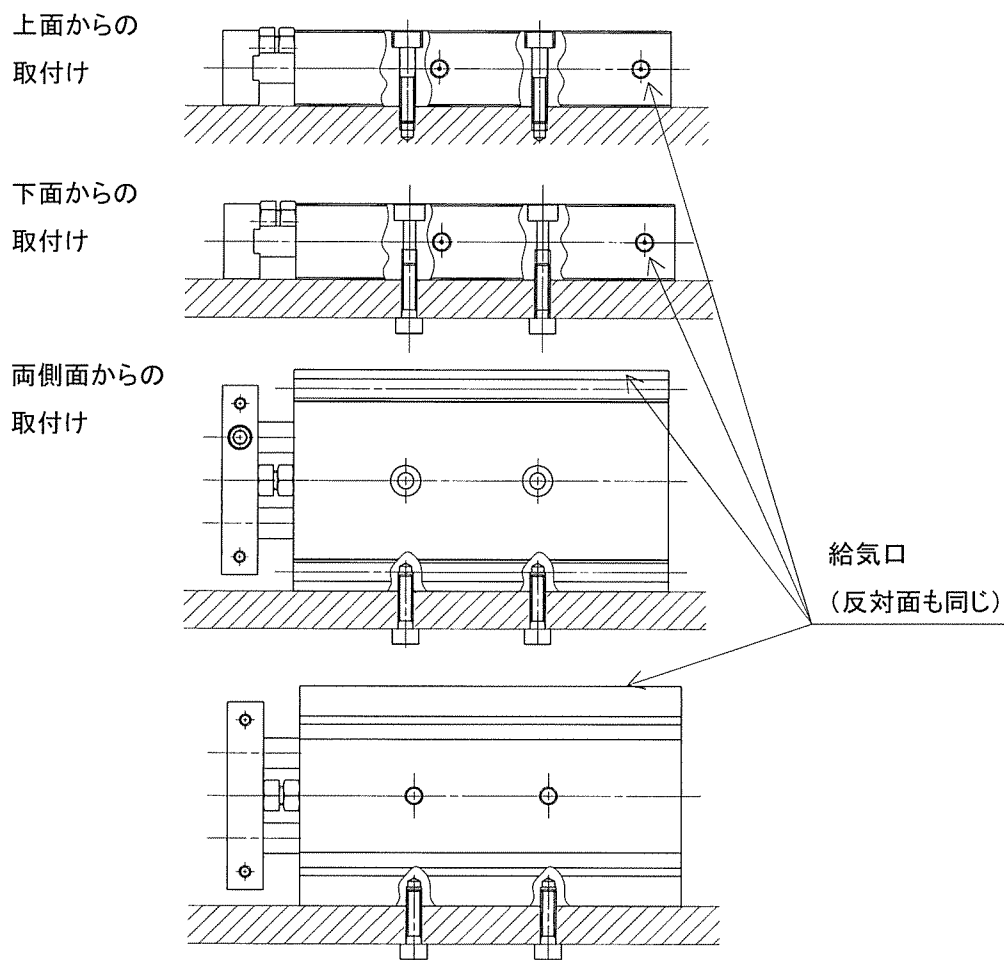

図 1
取付けの際は、図 1 のように上面からの取付け、下面からの取付けおよび両側面からの取付けが行えます。
①図 1 に示しますように、作動方向に対し各 2 ヶづつの供給口が施してあります。